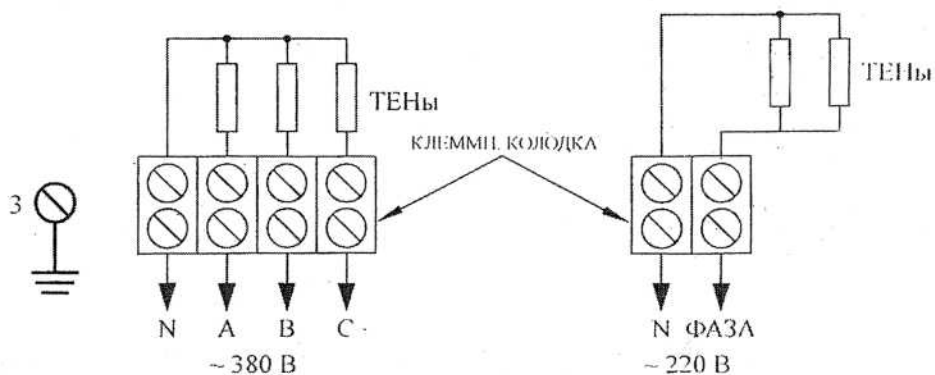

Рис. 2. Схема электрическая подключения устройства
- 6.4 Кабель подачи сетевого напряжения должен быть медным с высокотемпературной оболочкой. Часть соединительного кабеля, находящегося в парильном помещении должна быть помещена в металлорукав. Схема подключения ЭНУ приведена на Рис. 2.